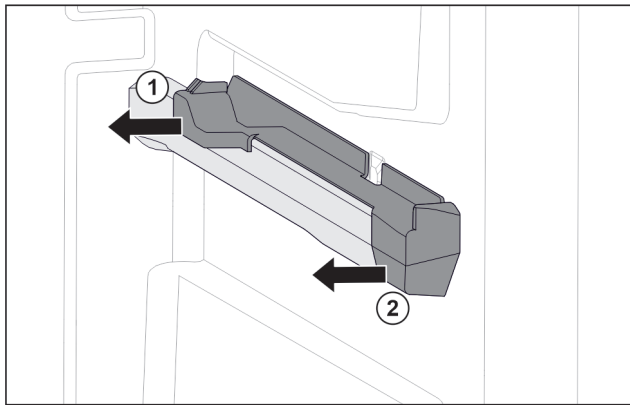

Fig. 93 Elemento inseribile sulla nervatura destra del contenitore
- Estrarre l'elemento inseribile dal lato posteriore di lato. Fig. 93 (1)
- Estrarre l'elemento inseribile dal lato anteriore di lato. Fig. 93 (2)